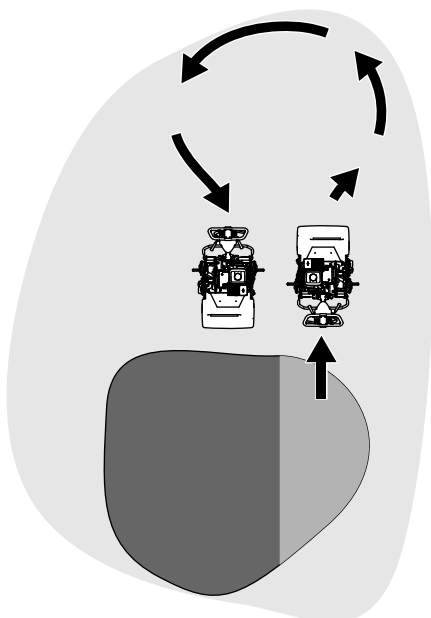

Figura 25
verso il basso) ed eseguendo una curva a goccia sul tamburo di trazione (Figura 25).
1. Individuate la leva di innesto della trazione sulla scatola di trasmissione (Figura 25).